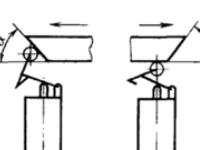

Рис. 6
8.8.6 Выключатели ВПК 2113 предназначены для работы с проходным упором (**рисунок 6**), но могут работать с проходным нереверсивным и с проходным реверсивным упорами, при этом угол набегания упора α и угол сбегания β должны быть не более 40° при скорости движения упора до 0,25 м/с и не более 20° при скорости свыше 0,25 м/с.